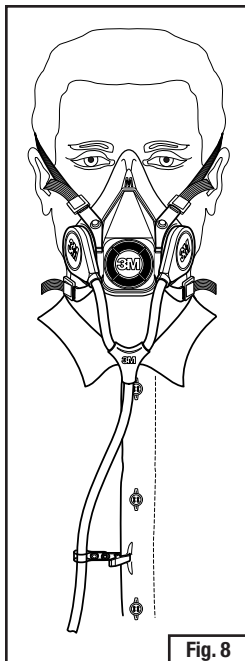

Fig. 8
5. En los tubos de respiración 3M™ SA-1500 o SA-1600 use el clip para fijar el tubo a su ropa (Fig. 8).